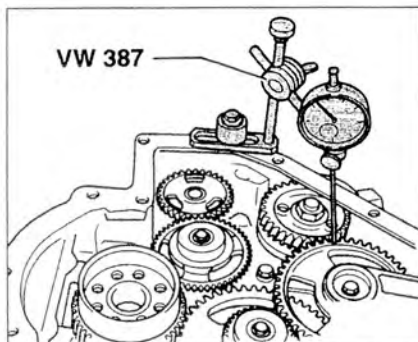

Рис. 4.30. Проверка осевого зазора шестерен 3, 4, 5 и 8.
1. Проверьте осевой зазор шестерен 3, 4, 5 и 8 (рис. 4.30). **Осевой зазор:** 0.06-0.12 мм.